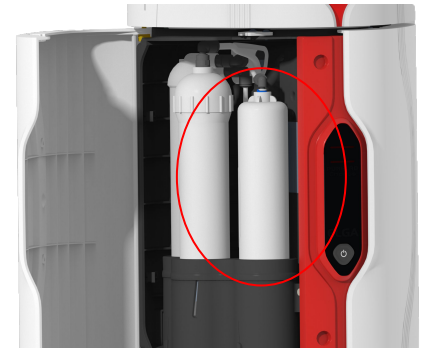

Abb. 1
3. Trennen Sie die Vorbehandlungskartusche LC241. (Abb. 1)